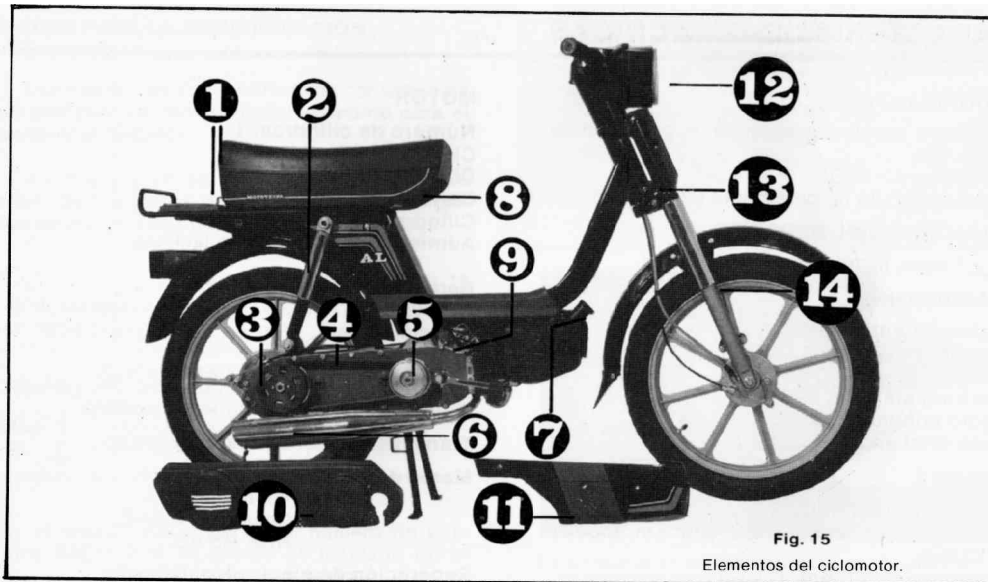

Fig. 15
Protector del embrague y variador junto con la correa de transmisión, fácilmente accesible por fijaciones flexibles (ver fig. 15, n.º 10).
- Fig. 15**